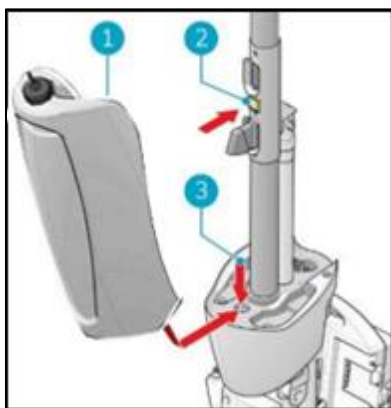

Figura 35.
14. Coloque la parte inferior del depósito de recogida (Figura 35, pos. 1 y pos. 3) en la parte delantera de la i-mop® XL
15. Empuje la parte superior del tanque en su lugar hasta que escuche un "clic", el imán (Figura 35, pos 2) bloqueará el tanque de recuperación en su lugar.